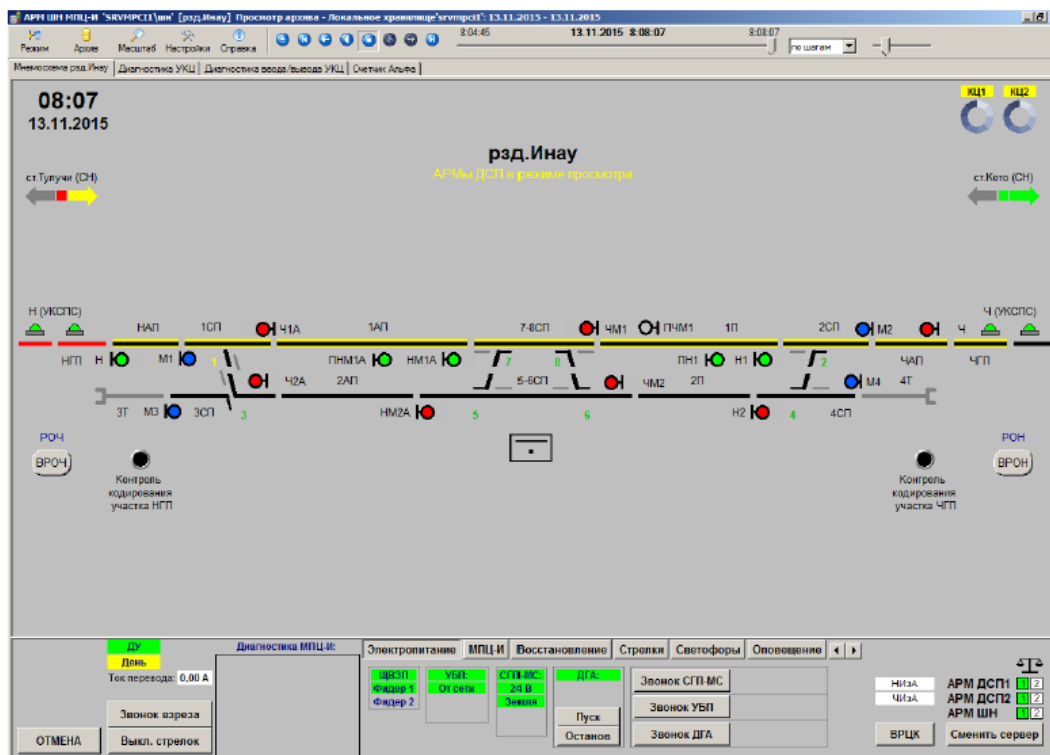

Рисунок 4. Мнемосхема станции и диагностические вкладки.
7.2.5. Убедиться в том, что состояние мнемосхемы соответствует поездной ситуации (Рисунок 4), диагностика прорисована в полном объеме (Рисунок 4).